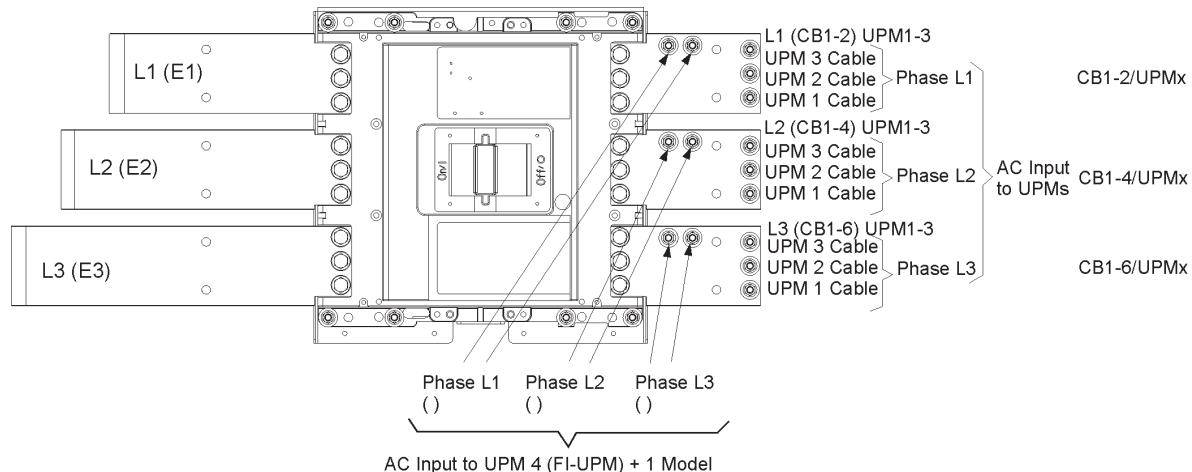
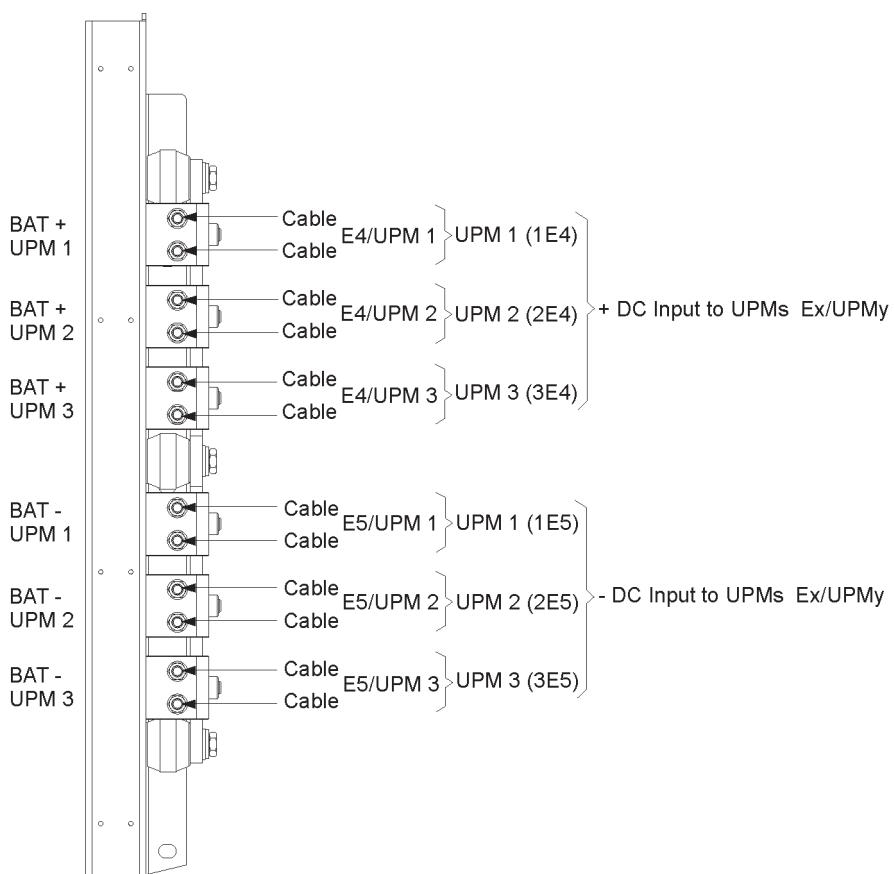
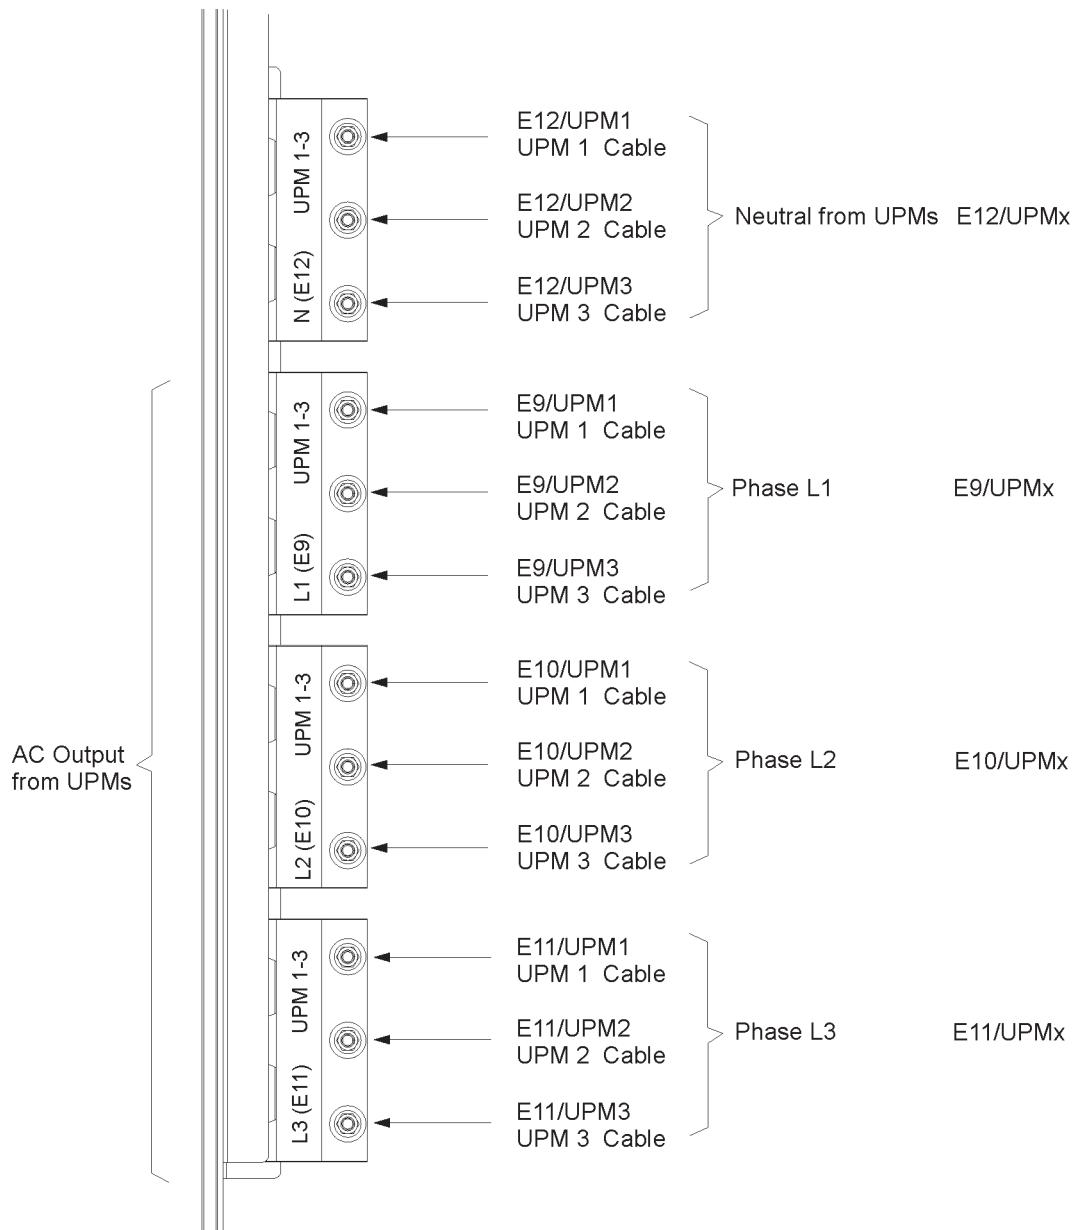

Рис. 4-7. Узел входной клеммы питания секции ISBM ИБП
Рис. 4-8. Узел аккумуляторной входной клеммы питания секции ISBM ИБП
Рис. 4-9. Узел соединительной клеммы питания секции ISBM ИБП
11. Используя крепежный комплект для подключения межстоечной проводки, подключите кабельные наконечники фаз L1, L2 и L3 и нейтрали к клеммам выходного переменного тока UPM. Для подключения кабельных наконечников к соответствующим клеммам следуйте инструкциям на Рис. 4-9. См. Разд. 3.2.2 на стр. 23 для получения информации о требованиях к проводке и подключению.
12. При использовании моделей 675-825 кВА установите оставшееся оборудование (три шайбы, конические шайбы и гайки) на клеммы входа переменного тока UPM, предназначенные для систем с полевым UPM, и закрепите оборудование (см. Рис. 4-7). Это оборудование предназначено для использования в случае установки полевого UPM (FI-UPM) и позволяет модернизировать ИБП до уровня системы с полевым UPM.
Подробные сведения о клеммах питания, показанных на рисунке вверху, см. на Рис. 4-7, Рис. 4-8 и Рис. 4-9.